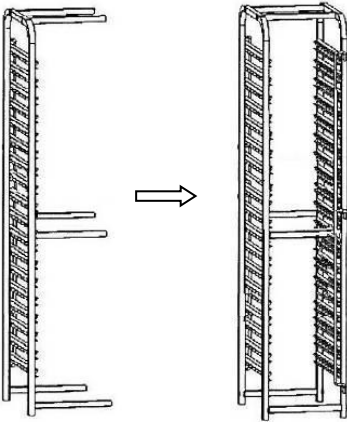

Fig. 1
1. Per prima cosa, montare a uno degli elementi laterali del carrello (**fig. 1**) 6 traversi (in alto, al centro e in basso). Presso la traversa superiore e inferiore, collocare una rondella quadrata tra il traverso e l'elemento laterale e tra l'elemento laterale e la vite. Fatto ciò, avvitare gli elementi con una chiave a brugola.